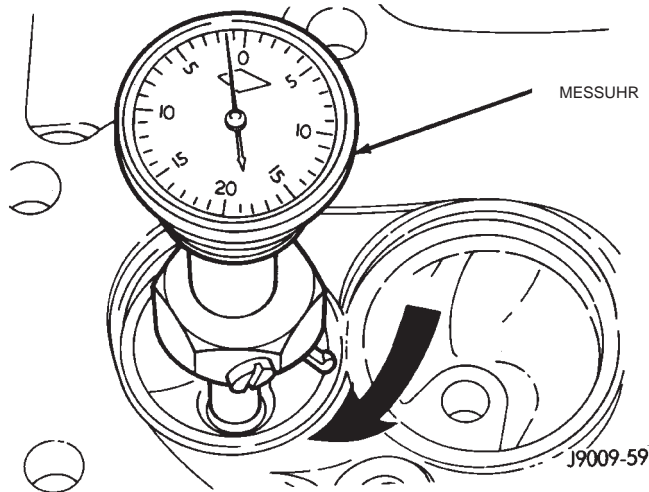

Abb. 65 Messen der Unrundheit des Ventilsitzes
(1) Führungshülse der erforderlichen Größe in die Bohrung der Ventilsführung einführen. Ventilsitz auf den vorgeschriebenen Winkel nacharbeiten. Nur so viel Material abtragen, wie zum Glattschleifen der Oberflächen erforderlich ist.
(2) Ventilsitzrand mit geeignetem Ventilsitzfräser auf Sollmaß schleifen.
(3) Ventilsitz auf Unrundheit prüfen; der Schlag darf maximal 0,0635 mm (0,0025 Zoll) betragen (Abb. 65).